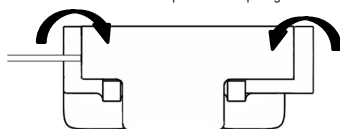

Figura 5. Bloqueio fechado para concluir a ligação
- Feche o bloco conector utilizando as pegas da flange para fixar o eletrodo no bloco. Consulte a Figura 5. Em nenhum momento os contactos da extremidade devem ser expostos ou desprotegidos.